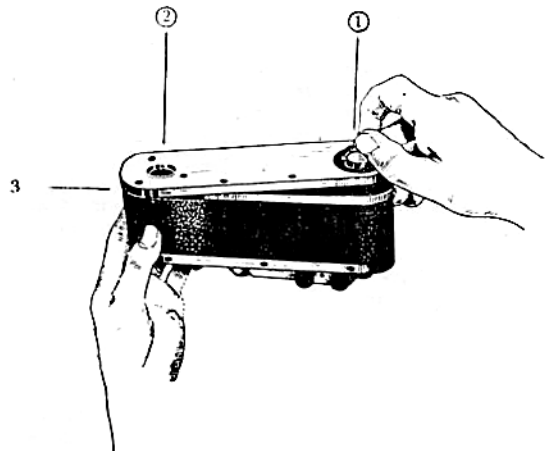

Рис. 2. Снятие нижней крышки аппарата „ФЭД“. 1) Складная поворотная ручка. 2) Штативная гайка. 3) Стержень.
На нижней (с'емной) крышке аппарата (Рис. 2) имеется замок со складной поворотной ручкой (1), а также штативная гайка (2) для укрепления аппарата на штативе при с'емке с выдержкой.